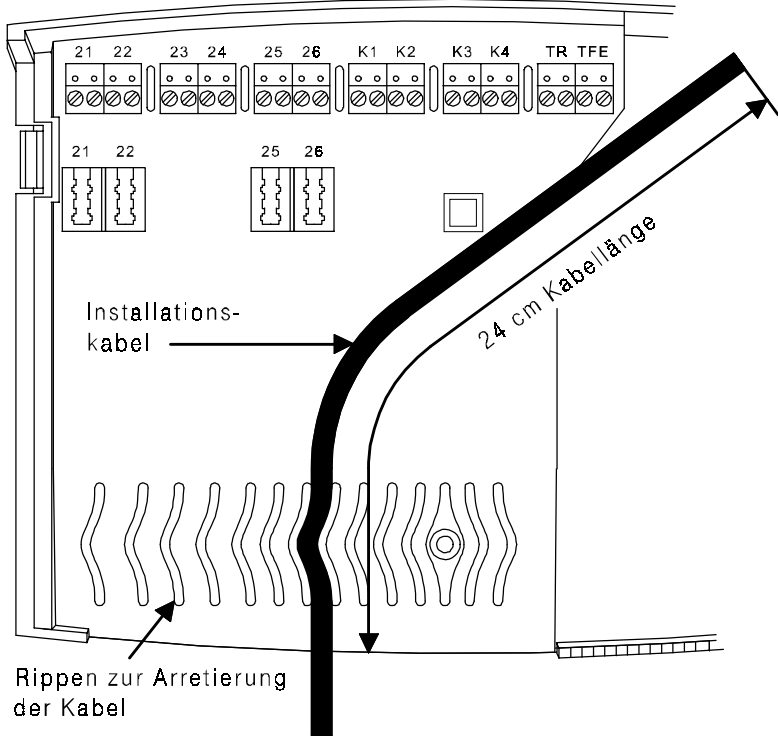

Abb. 6: Kabellänge
- Die Kabellänge ab Anlageneingang (siehe Abb. 6) sollte mindestens 24 cm betragen.